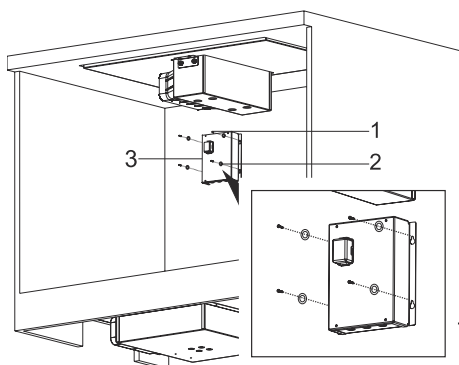

Fig. 20
- 10.** Monter nu styreboksen inde i skabet og brug 4 x M4 & 4 x 3,9x22 skiver og skruer dertil (Fig. 20).